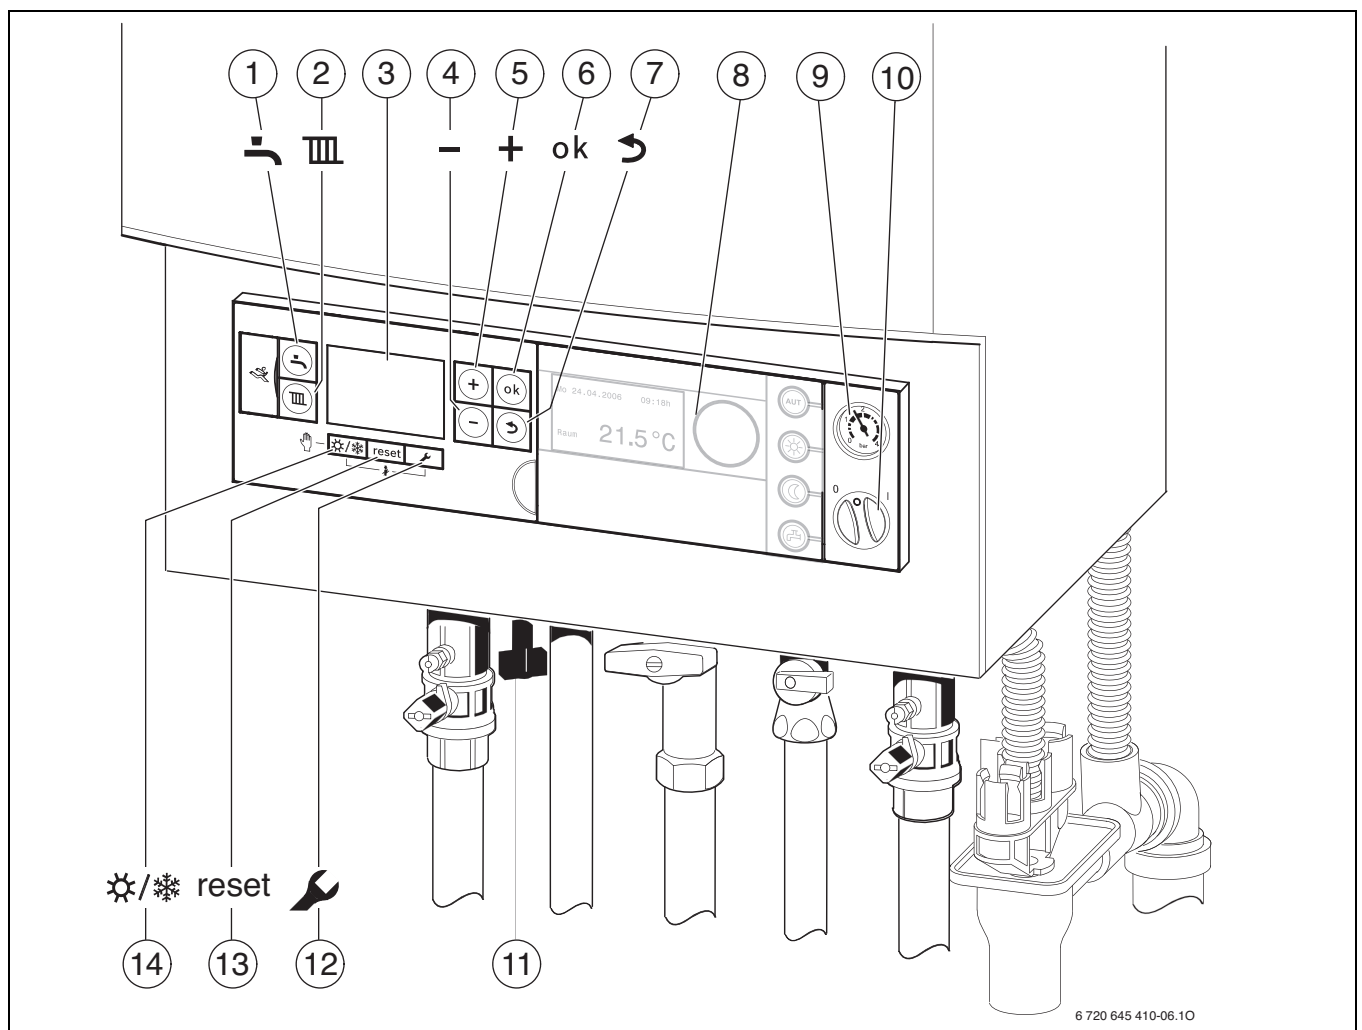

Fig. 6
- unità di servizio RC35 installata nell'apparecchio, → fig. 6, [8].